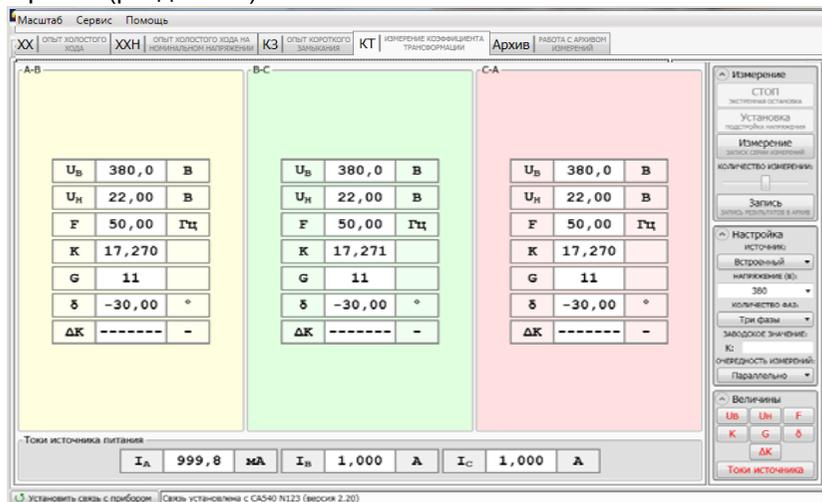

Рисунок 7.27
12) Выполнить измерение, для чего щелкнуть по кнопке . На экране в таблицах "А-В", "В-С", "С-А" (при проверке однофазного трансформатора – в таблице "А-В") появятся результаты измерений (рисунок 7.27).
10) Если в п. 3 данного раздела выбран "Внешний" (нерегулируемый) источник, после завершения измерения на экране в таблицах "А-В", "В-С", "С-А" при проверке трехфазного трансформатора (рисунок 7.27) или в таблице "А-В" при проверке однофазного трансформатора появятся результаты измерений.